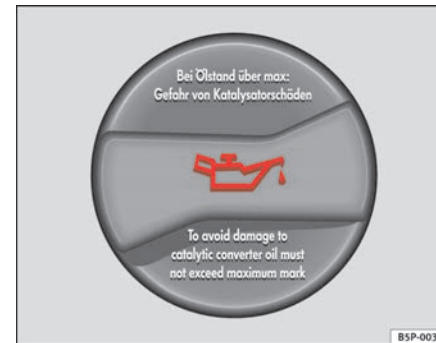

Abb. 164 Deckel der Motoröl-Einfüllöffnung im Motorraum
- Schrauben Sie den Deckel der Motoröl-Einfüllöffnung ab ⇒ Abb. 164.